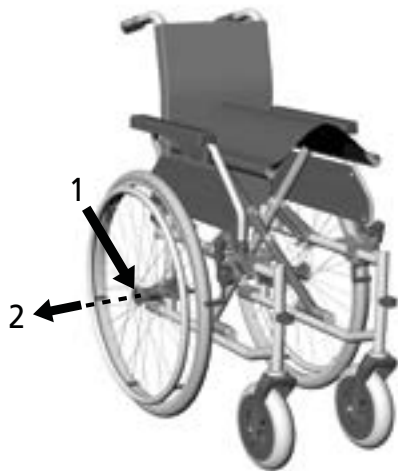

fig.15
1. Spingere con il pollice il pulsante di blocco dell'asse di innesto posto al centro del mozzo ruota (1, fig. 15).
3. Tirare quindi la ruota motrice insieme con l'asse di innesto sfilandola dalla sede di innesto (2, fig. 15).